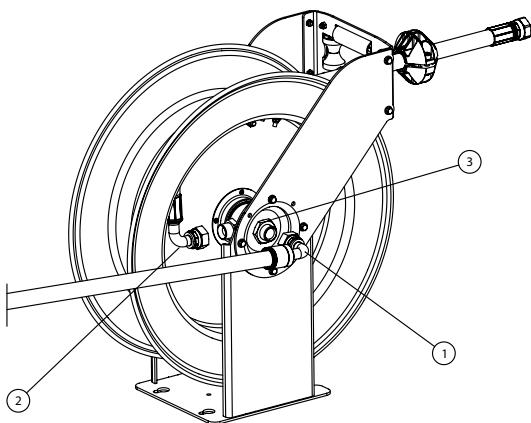

FIG. 7
1. Disconnect the hoses of the inlet shaft (1) and the swivel joint (2) (fig. 7).
2. Loosen the set screw in the nut (3) and remove said nut.
3. Remove the screws (4) and the arm (5).
1. Desconecte las mangueras en la acometida (1) y en la rótula (2) (fig. 7).
2. Afloje el prisionero de la tuerca (3) y desenrosque dicha tuerca.
3. Desenrosque los tornillos (4) y retire el brazo (5).
- Déconnecter le flexible dans de l'axe central (1) et de la rótula (2) (fig. 7).
- Desserrer l'écrou prisonnier (3) et le retirer.
- Dévissez les vis (4) et retirer le bras (5).
- Lösen Sie die Schlauchverbindungen am Schlaucheingang (1) und am Anschlussgelenk (2) (Abb. 7).
- Lösen Sie die Stellschraube an der Mutter (3) und schrauben Sie die Mutter ab.
- Entfernen Sie die Schrauben (4) und den Arm (5).